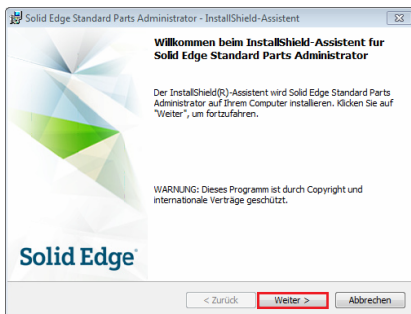
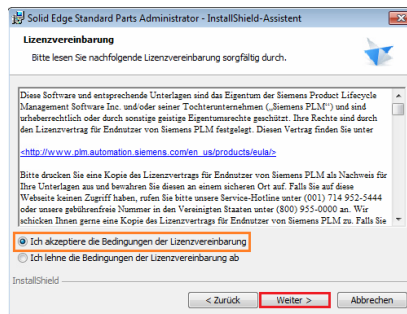
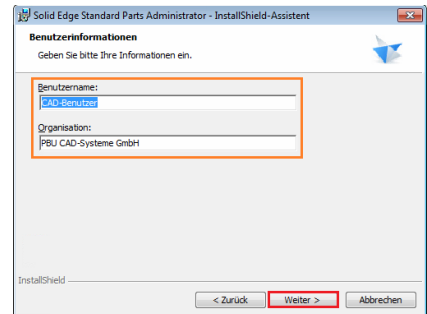

Abbildung 10
Abbildung 11
Abbildung 12
- 3.2. Fahren Sie mit der Installation fort (Abb. 10), akzeptieren Sie die Lizenzbedingungen (Abb. 11) und geben Sie Benutzernamen und Firmennamen – optional – ein (Abb. 12).